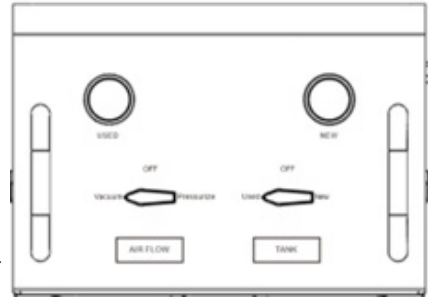

Fig 6.
3. Sur le panneau, tournez la valve gauche « DÉBIT D'AIR » sur la position « Vide » et la valve droite « RÉSERVOIR » sur la position « Utilisé » (Fig. 6), ouvrez la valve du tuyau du liquide utilisé (transparent). Ouvrez ensuite la valve d'air de l'atelier et un vide jusqu'à -20 inHg sera créé à la fois dans le réservoir usagé et dans le véhicule, et l'antigel commencera à se déverser du véhicule dans le réservoir usagé de l'équipement, et les tuyaux du véhicule s'affaisseront.